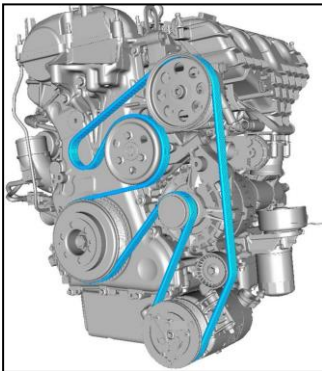

Fig 1
3. Take note of the under-hood belt routing diagram. If missing, refer to Fig 1.
13. Slowly release the tensioner until the belt is tensioned. **Note: refer to Fig 1 or under hood sticker for proper belt routing. Check and ensure that belt ribs are properly seated in all the pulley grooves.**
3. Consulter le schéma d'acheminement de la courroie sous le capot. En l'absence de celui-ci, se reporter à la Fig. 1.
14. Relâcher lentement le tendeur jusqu'à ce que la courroie soit tendue. Remarque : se reporter à la Fig. 1 ou à l'autocollant apposé sous le capot pour une installation correcte de la courroie. Vérifier et s'assurer que les nervures de la courroie sont bien en place dans toutes les rainures de la poulie.
14. Deje ir el tensor lentamente, hasta que la correa quede tensa. Nota: vea la Fig. 1 o la calcomanía debajo del cofre para comprobar el esquema de recorrido de la correa. Verifique y asegúrese de que las costillas de las correas estén bien asentadas en todas las ranuras de las poleas.